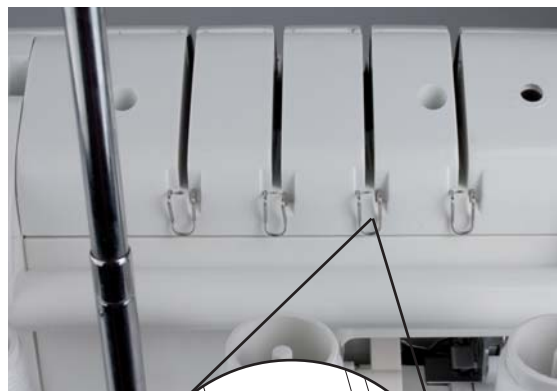

Fig. 25
2. Enfilez le fil dans le guide-fil en tirant le fil vers le bas jusqu'à ce qu'il glisse sous le guide-fil (2) (Fig. 25).